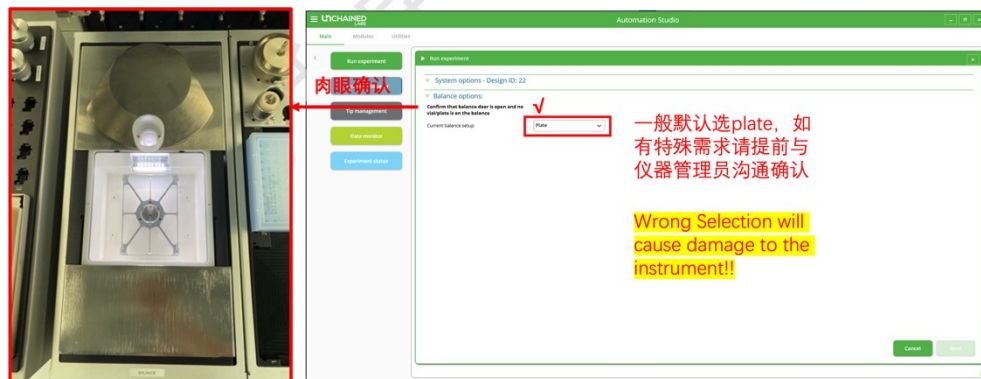

图 6-4-8
- 3) 确认天平状态: 运行开始时, 会先打开天平, 请务必肉眼确认内部是空的以及载架选择正确后 (如图 6-4-8 左), 勾选 “Confirm that balance door is open and no vial/plate is on the balance”, 天平设置选择 Plate (如图 6-4-8 右, 注意: 天平默认选择 Plate 模式, 若需要用小瓶称量, 请提前跟仪器管理员沟通确认, 选错模式会导致仪器损坏), 点击下一步。仪器会按照实验设计流程开始运行。